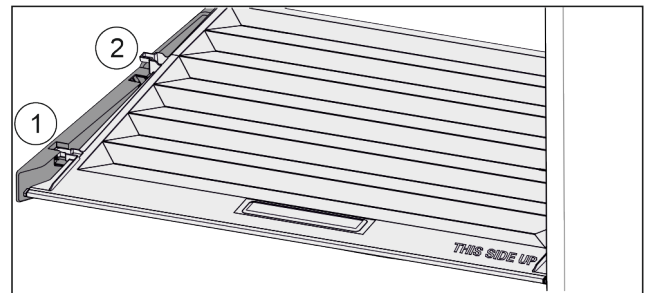

Fig. 109
▶ 将盖子向前拉 Fig. 109 (1) 至定位件开口。
- ▶ 从下方抬起后端并向上将其移出 Fig. 109 (2)。